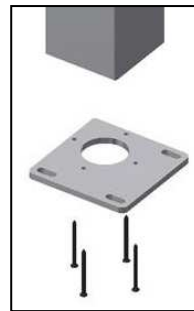
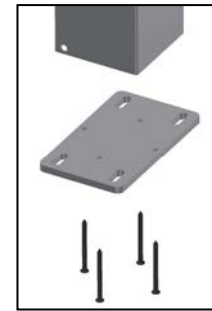

Abbildung 23
Abbildung 20
- » Haben sie das Stützprofil ohne Entwässerungsöffnung bestellt, erfolgt die Entwässerung über die Endkappe (Abbildung 23)
- » Achten Sie darauf, dass alle Senkblechschrauben (7) ausreichend gefettet sind, um ein festfressen im Schraubkanal des Stützprofils zu vermeiden
- » Nur bei Mehrfeldanlagen: Stützenendkappe Unten bei den Mittelstützen (Abbildung 20)